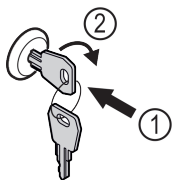

Fig. 129
- ▶ Sæt nøglen i Fig. 129 (1).
- ▶ Drej nøglen 90° med uret Fig. 129 (2).